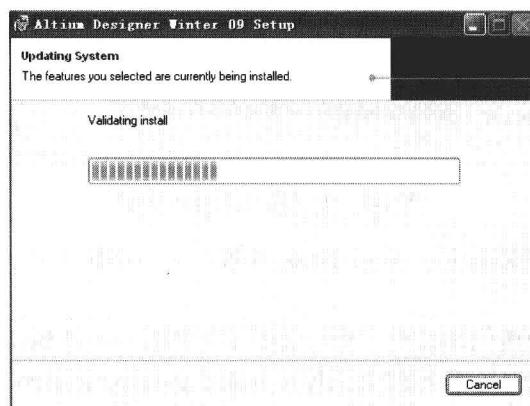

图 1-9 安装进度窗口
(9) 确定以上安装信息设定无误后，单击 Ready to Install the Application 窗口中的 Next 按钮开始安装，安装过程中，文件复制窗口内将显示操作过程和文件复制进度，以及安装剩余时间等信息，如图 1-9 所示。